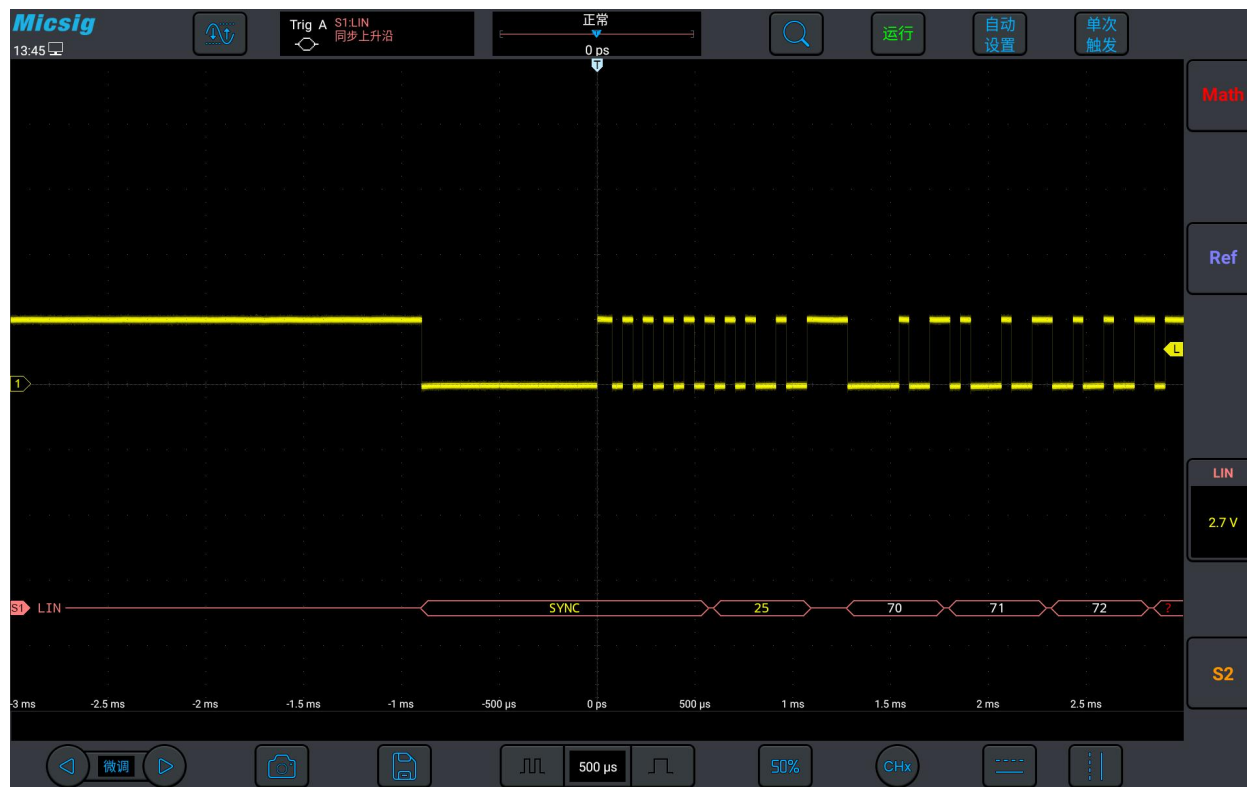

图 12-12 LIN 总线解码结果
- (1) 轻点 S1 打开解码通道，再次点击打开总线配置菜单；
- (2) 选择总线类型为“LIN”，依次点选“Ch1”“空闲高”“19.2kb/s”，然后关闭菜单；
- (3) 打开触发方式配置菜单，点选“同步上升沿”；
- (4) 点按  配置信息，打开解码通道阈值电平调节框，上下拖动调节框可以调节阈值电平；根据信号的幅值电平调节阈值电平使信号稳定触发。LIN 触发图形界面见图 12-12：